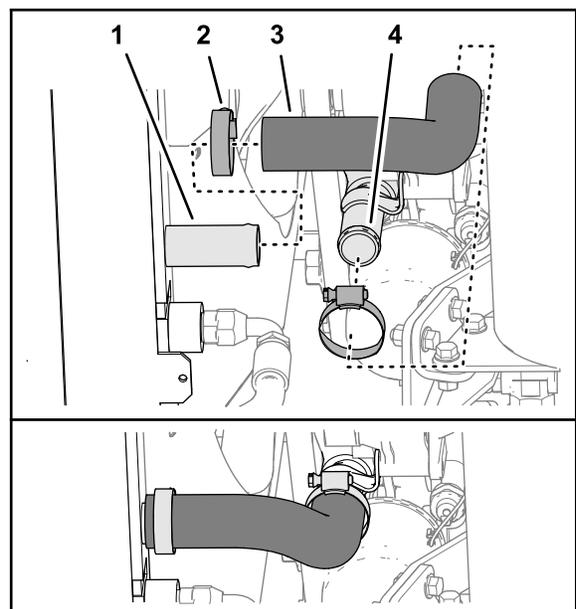

Figura 38
1. Monte sem apertar o tubo inferior do radiador na saída do radiador com uma braçadeira de tubos, como se mostra na Figura 38.
- Monte a outra extremidade do tubo inferior do radiador na entrada do motor com uma braçadeira de tubos (Figura 38).